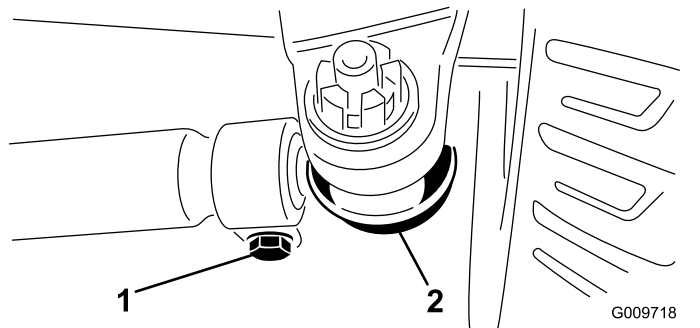

Bild 83
- Entfernen Sie den Splint und die Mutter von einem der Spurstangen-Kugelgelenke (**Bild 83**). Entfernen Sie das Spurstangen-Kugelgelenk vom Achsständer.
- Lockern Sie die Klemmen an beiden Enden der Spurstangen (**Bild 83**).